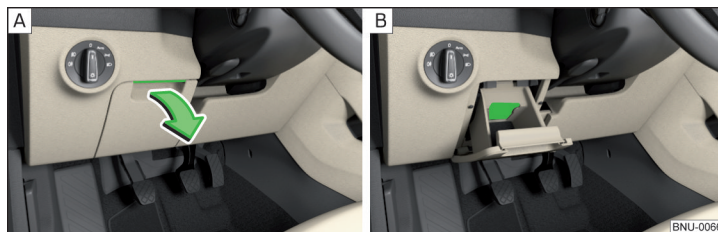

Fig. 102 Abrir el compartimento guardaobjetos/ postatarjetas
- Para **abrir** levante el tirador y abra el compartimento » fig. 102 - [A].
En el compartimento guardaobjetos hay un portaltarjeta » fig. 102 - [B].